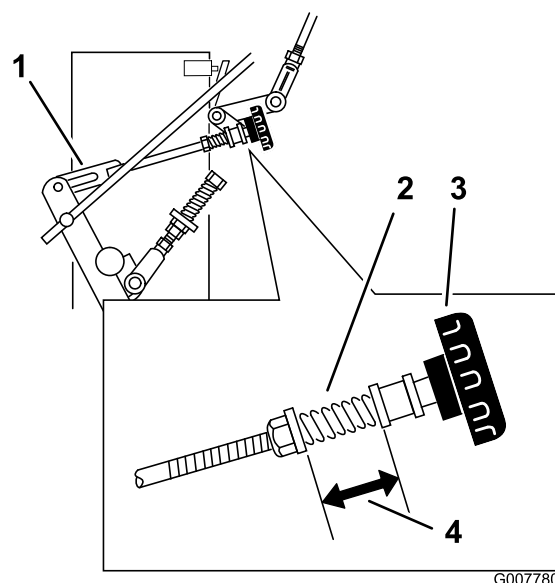

Bild 35
3. Stellen Sie das rechte Gestänge ein, indem Sie das Schnellspur-Handrad nach links drehen, bis sich der Reifen vorwärts dreht (Bild 35).
Fahrgeschwindigkeitshebel nach vorne und dann zurück auf Neutral. Wiederholen Sie diese Schritte, bis sich das rechte Rad nicht mehr vorwärts dreht (Bild 35).
6. Die Feder, die das Handrad spannt, muss normalerweise nicht eingestellt werden. Wenn eine Einstellung notwendig ist, stellen Sie die Länge der Feder zwischen den Scheiben auf 26 mm ein (Bild 35).
7. Drehen Sie die Mutter vorne an der Feder, um die Federlänge einzustellen (Bild 35).